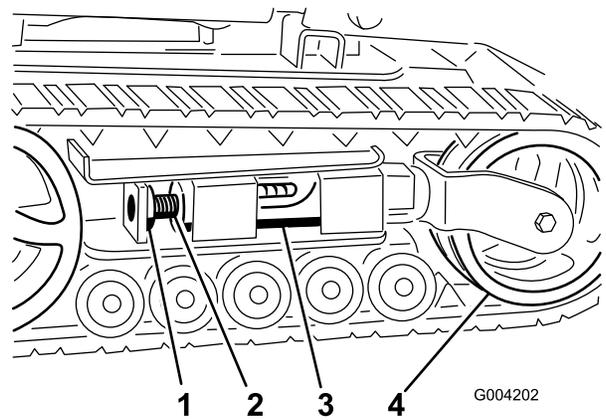
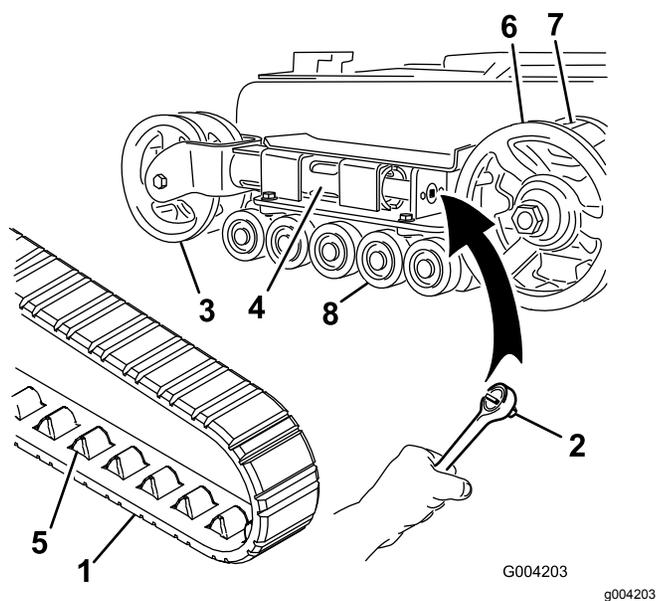
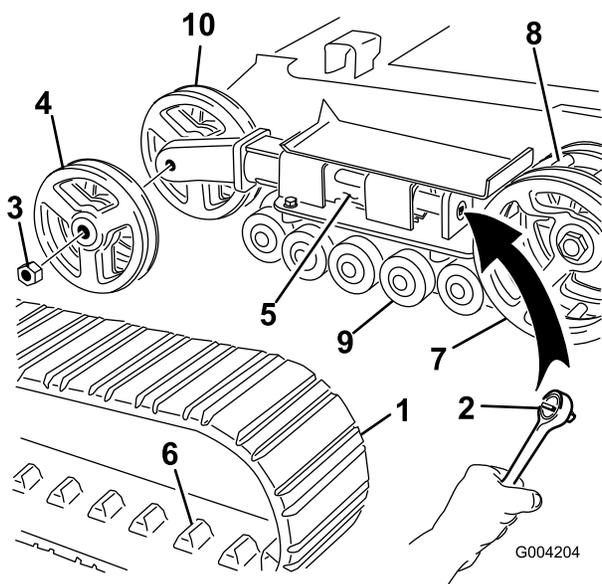

Рисунок 47
Рисунок 48
Рисунок 49
4. Отвинтите зажимной болт и гайку (Рисунок 47).
6. Совместите ближайшую выемку в натяжном винте с отверстием в зажимном болте и закрепите винт при помощи зажимного болта и гайки (Рисунок 47).
Примечание: Если передние натяжные колеса установлены в вилке на конце натяжной трубы, на вашей машине установлены узкие гусеницы. (Рисунок 48).
вращая натяжной винт по часовой стрелке (Рисунок 47 и Рисунок 48).
6. Надавите на натяжное колесо в направлении задней части блока, чтобы придвинуть натяжную трубу к раме (Рисунок 48).
8. Когда гусеница будет снята с натяжного колеса, снимите ее с ведущей звездочки и опорных катков (Рисунок 48).
9. Сначала установите новую гусеницу на ведущую звездочку. Звенья гусеницы должны находиться между зубьями звездочки (Рисунок 48).
10. Протолкните гусеницу под опорные катки и одновременно между ними (Рисунок 48).
Примечание: Если передние натяжные колеса установлены на конце натяжной трубы с боковых сторон, на вашей машине установлены широкие гусеницы (Рисунок 49).
5. Используя ключ с храповым механизмом на 1/2 дюйма, ослабьте натяжение привода, вращая натяжной винт по часовой стрелке (Рисунок 47 и Рисунок 49).
- Надавите на натяжное колесо в направлении задней части блока, чтобы придвинуть натяжную трубу к раме (Рисунок 49).
- Отвинтите гайку, которая крепит внешнее натяжное колесо, и снимите колесо (Рисунок 49).
- Снимите гусеницу (Рисунок 49).
- Отвинтите гайку, которая крепит внутреннее натяжное колесо, и снимите колесо (Рисунок 49).
- Установите внутреннее натяжное колесо и закрепите его отвинченной ранее гайкой (Рисунок 49).
- Установите новую гусеницу на ведущую звездочку. Звенья гусеницы должны находиться между зубьями средней части звездочки (Рисунок 49).
- Установите внешнее натяжное колесо и закрепите его отвинченной ранее гайкой (Рисунок 49).
6. Поместите наполненный смазкой колпачок опорного катка поверх головки болта (Рисунок 48).
7. Закрепите колпачок опорного катка стопорным кольцом (Рисунок 48).